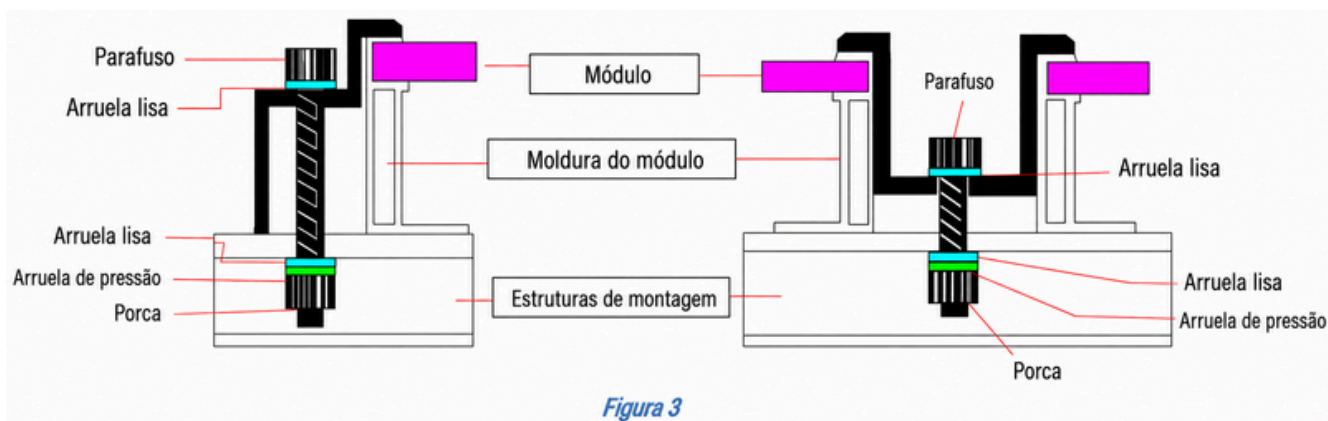

Figura 3
- As braçadeiras recomendadas para módulos com estrutura de alumínio são mostradas na **Figura 3**. As braçadeiras recomendadas para módulos com estrutura de aço e módulos com estrutura de polímero são mostradas na **Figura 4**.
<p>Figura 3 I-A</p>	 <p>Figura 4 I-B</p>